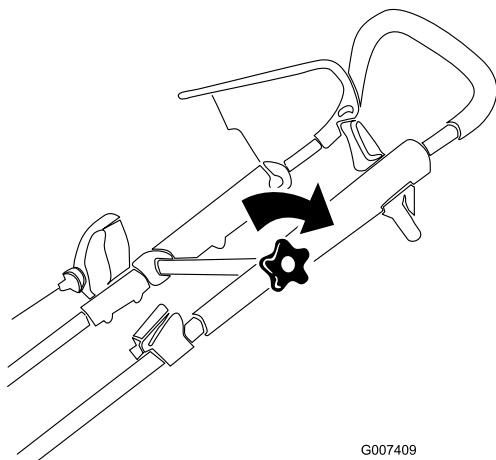

Рисунок 5
- Переведите верхнюю рукоятку в требуемое положение и надежно затяните маховикочек верхней рукоятки (только на модели 20999) (Рисунок 5).